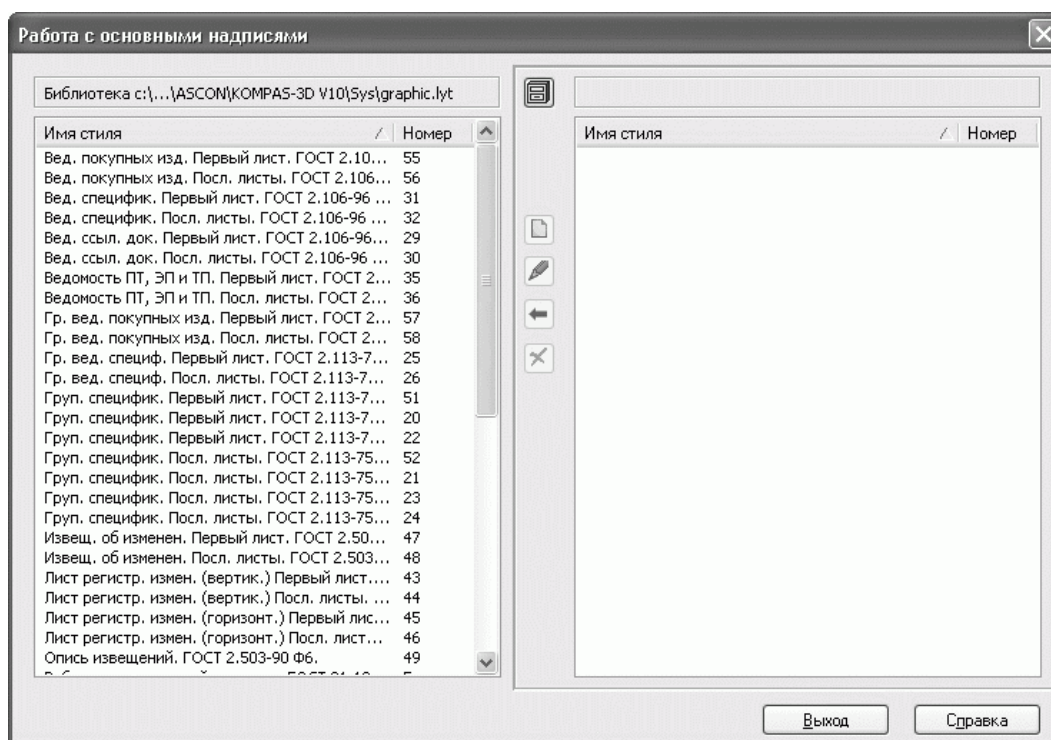

Рис. 2.61. Диалоговое окно Работа с основными надписями
1. Выполните команду Сервис > Библиотеки стилей > Типы основных надписей. Откроется окно Работа с основными надписями (рис. 2.61), содержащее полный список всех доступных вариантов оформления чертежей.